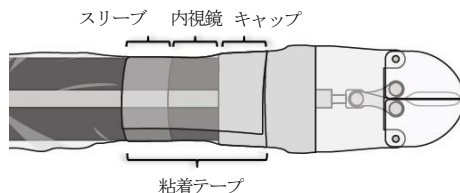

図3
- 1) スリーブチューブをキャップ側にスライドさせ、スリーブをキャップから約 8mm 離れた位置で、粘着テープを使用してキャップ、内視鏡、スリーブをそれぞれ 1/3 ずつ覆うように取り付ける(図 3)。フレキシブルシャフトが湾曲せずに内視鏡に接触していることを確認し、スリーブチューブを内視鏡の近位端まで引いてスリーブを広げる。